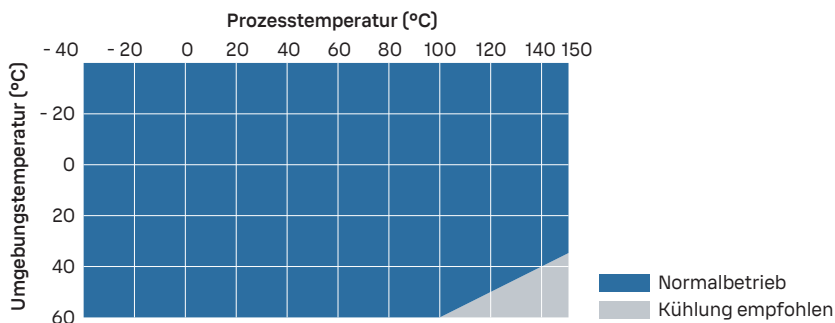

Abbildung 8 Prozesstemperatur und empfohlene Kühlung
- Verwenden Sie eine zusätzliche Kühlung gemäß Abbildung 8 \(Seite 42\). Beachten Sie, dass die Werte in der Abbildung Richtwerte sind. Die erforderliche Kühlung hängt von der Montagestelle und -umgebung ab.